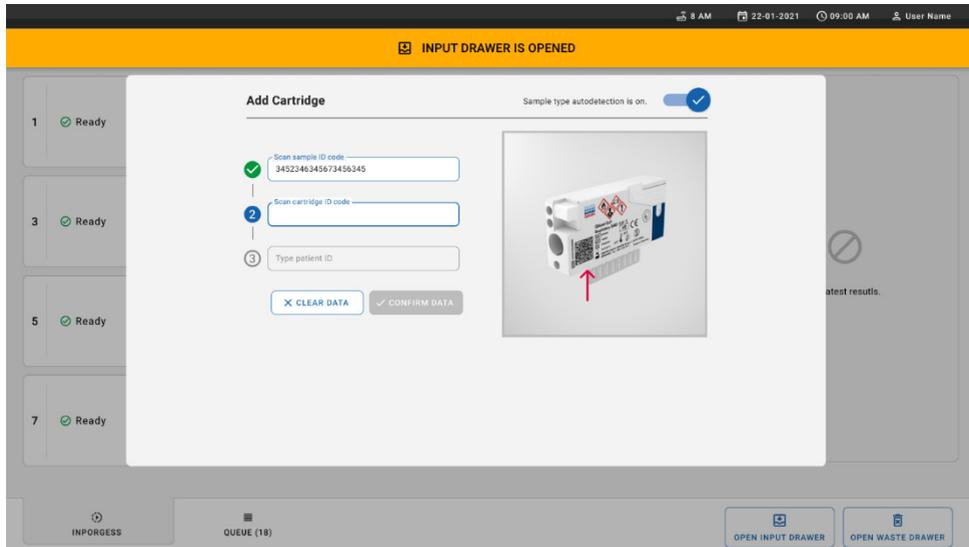
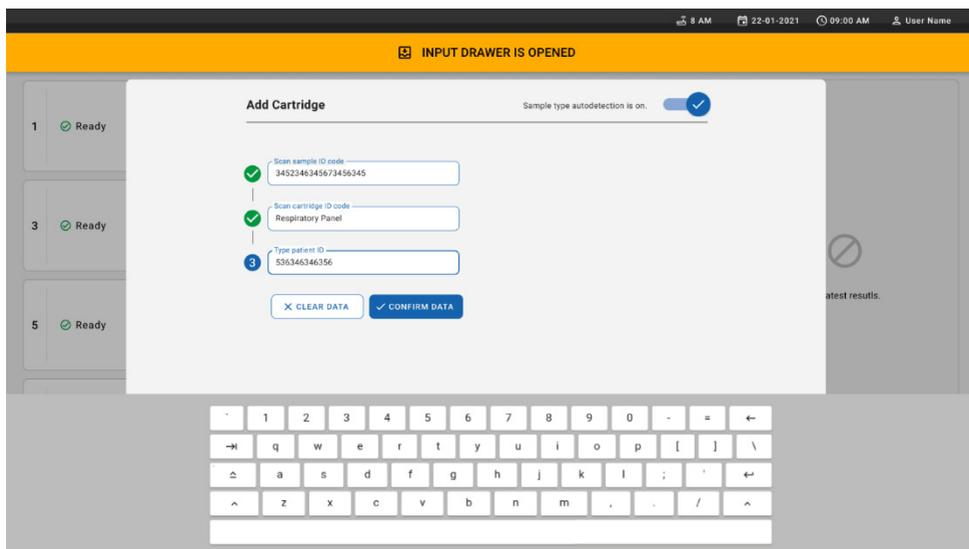

Figure 25. Saisie de patient ID (l'ID du patient).
Figure 26. Écran de saisie de patient ID (l'ID du patient), puis de confirmation des données.
10. Saisissez l'ID du patient (Patient ID [ID du patient] doit être configuré sur **on** [activé]) (figure 25), puis confirmez les données (figure 26).